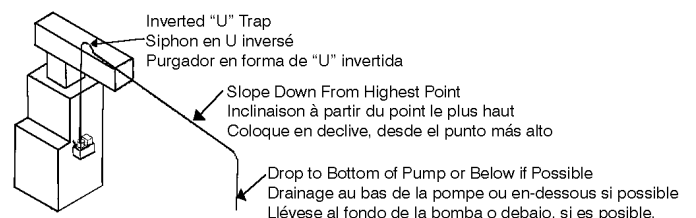

Fig. 3
- Run flexible tubing or pipe from evaporator drain into pump inlet. Be sure inlet piping is sloped downward to allow gravity flow (Fig 3).
1. Faire sortir un tube isolant souple ou un tuyau de l'évaporateur et le brancher dans l'arrivée de la pompe. Pour permettre un bon écoulement, s'assurer que le tuyau d'admission est bien dirigée vers le bas. (Fig. 3)
1. Tiende la tubería flexible o el tubo desde el desagüe de evaporación hasta la toma de la bomba. Cerciórese de que la tubería de la toma se encuentre en declive, para permitir el flujo por gravedad. (Fig. 3)